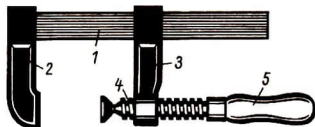

Bild 21 Schraubzwinge
Wie leimen wir? Die Leimflächen müssen sauber und trocken sein. Der Leim wird mit dem Pinsel aufgetragen. Nachdem die Teile aneinandergelegt sind, wird die Leimstelle gepreßt. Hierzu benutzt man eine **Schraubzwinge** (Bild 21). Sie besteht aus der Gleitschiene (1), der festen (2) und beweglichen Backe (3), der Spindel (4) und dem Griff (5). Der Leim muß mehrere Stunden abbinden und aushärten. Leimreste werden entfernt.